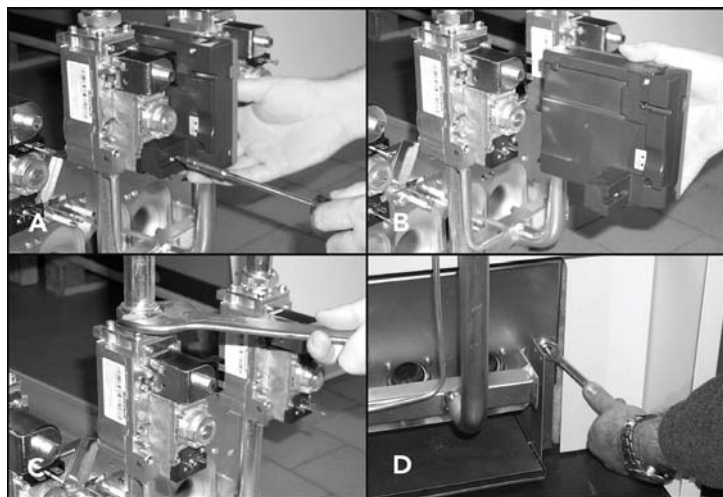

fig. 9 - Smontaggio e pulizia bruciatori
- Svitare le due viti che trattengono le centraline elettroniche di controllo fiamma alla valvola gas (part. A - fig. 9) e smontarle dalle valvole gas (part. B - fig. 9).
- Svitare i dadi che fissano il tubo adduzione gas a monte delle valvole gas (part. C - fig. 9).
- Svitare i due dadi che fissano la porta della camera di combustione agli elementi in ghisa della caldaia (part. D - fig. 9).